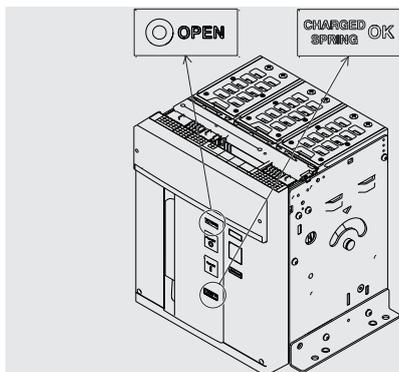

Figura 27
3. Controllare che l'interruttore sia aperto (segnalatore aperto/chiuso "O - OPEN"), e controllare che le molle siano cariche (segnalatore molle "giallo - CHARGED SPRING") come indicato in Figura 27.